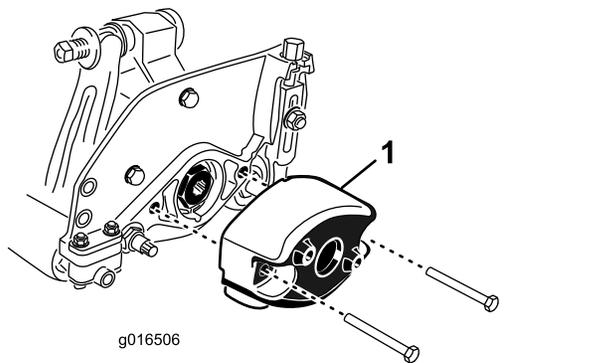

图9
1. 拆下将配重块固定到滚刀组左端的 2 个螺栓。拆下配重块图9。
5. 在滚刀组右端的 O 形圈上涂抹一薄层润滑脂用之前拆下的螺栓安装配重块图9。上紧螺栓扭矩至 1620N·m。